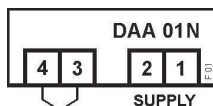

Fig. 1
- per visualizzare 80A: collegare un TA 100/5 come in fig.1. Attivare i dip-switch n°3 e D posti sul retro.
- display 80A: connect the TA 100/5, as per fig.1. Activate the step n°3 and D of the dip-switches located on the back of the instrument.